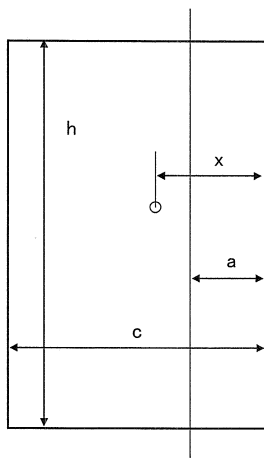
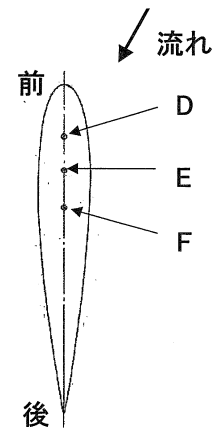

図 1
図 3 舵断面
(1) 舵トルクを求めるとき、次のBeafoy-Joesselの式が良く使われる (図1参照)。
①式、②式は、何を表す式か答えよ。④式、⑤式の ε や α はどの程度の値を使用するのか、また、これらの補正の理由を述べよ。
(2) 上式を使用して、図1で $a = 1.2 \text{ m}$ 、 $c = 4.5 \text{ m}$ 、 $h = 8.8 \text{ m}$ 、 $V_s = 18.5 \text{ knots}$ の場合の舵トルク T' を計算せよ。ただし、④式、⑤式の ε 、 α は(1)で答えた範囲内のある数値を仮定して計算せよ。なお、舵角は 35° で $\sin 35^\circ = 0.5736$ である。
(3) 舵の釣り合い比 (バランス比) の定義を記せ。
次に、図1の前端から x の位置は t_1 、 t_2 において図3のどのあたりにあるのか (D-E間か、E-F間か)、また、A、B、Cの舵軸位置はD、E、Fのどれか、理由と共に述べよ。
(図1～3を次頁に示す。)